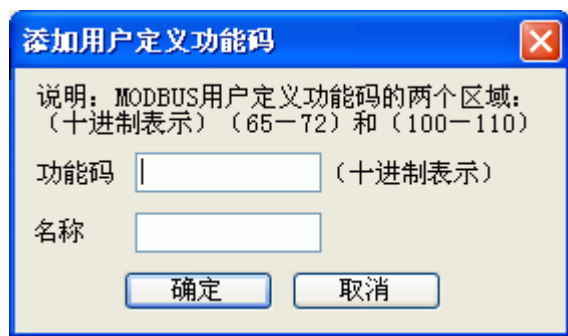

图 11.11 添加用户定义功能码
- **添加用户定义功能码**：用户可以添加自定义的功能。单击该按钮进入添加功能码对话框。如图 11.11。